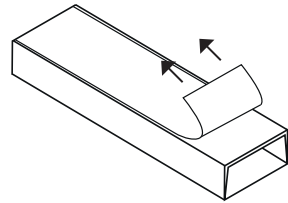

FIG 10.
11. Verwijder de beschermfolie van de plaklaag minimaal 12 mm naar achteren (zie fig 10).